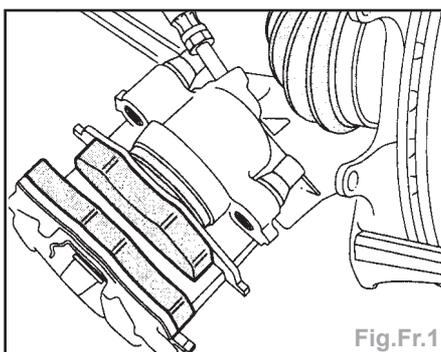

Fig.Fr.1
- Extraire l'étrier de frein en le basculant du bas vers le haut après avoir desserré les vis à six pans creux (Fig.Fr.1).